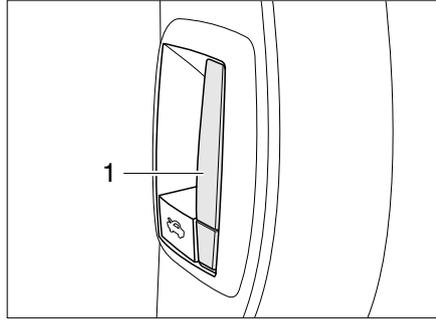

Bild 25 Entriegelungshebel Motorhaube innen
- Den Hebel (Bild 25,1) am Armaturenbrett an der linken Fahrzeugseite ziehen. Die Motorhaube öffnet sich bis zum Anschlag des Sicherungshakens.